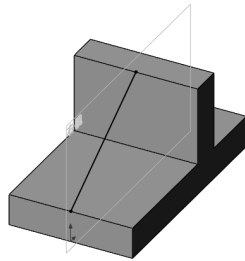

图 4-76 在右视基准面上绘制直线草图
- [2] 在右视基准面上绘制直线草图，如图 4-76 所示。